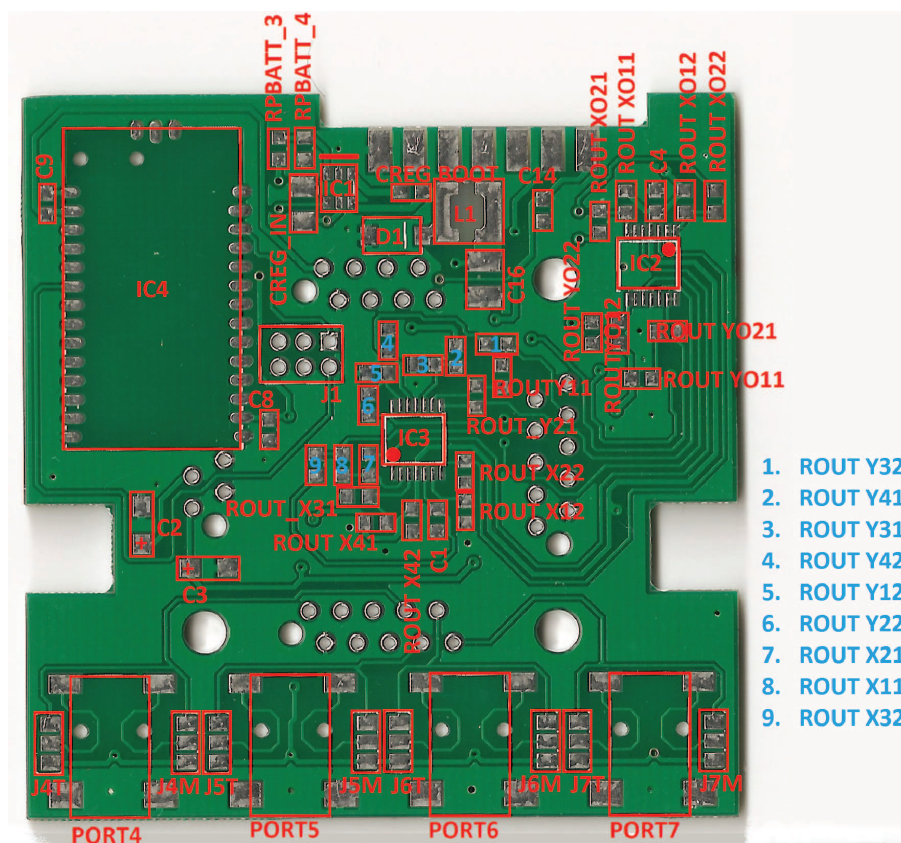

Figura 4.2: Lato B
- Ripetere quanto suddetto anche per il lato B (Figura 4.2) della scheda, infine, come ultima cosa montare i connettori (micromatch, jack e DB15) con il saldatore discreto
In Figura 4.2 si può vedere come i vari componenti sono disposti sul lato B della scheda. Le Tabelle 4.5 e 4.6 raccolgono i riferimenti per il montaggio.